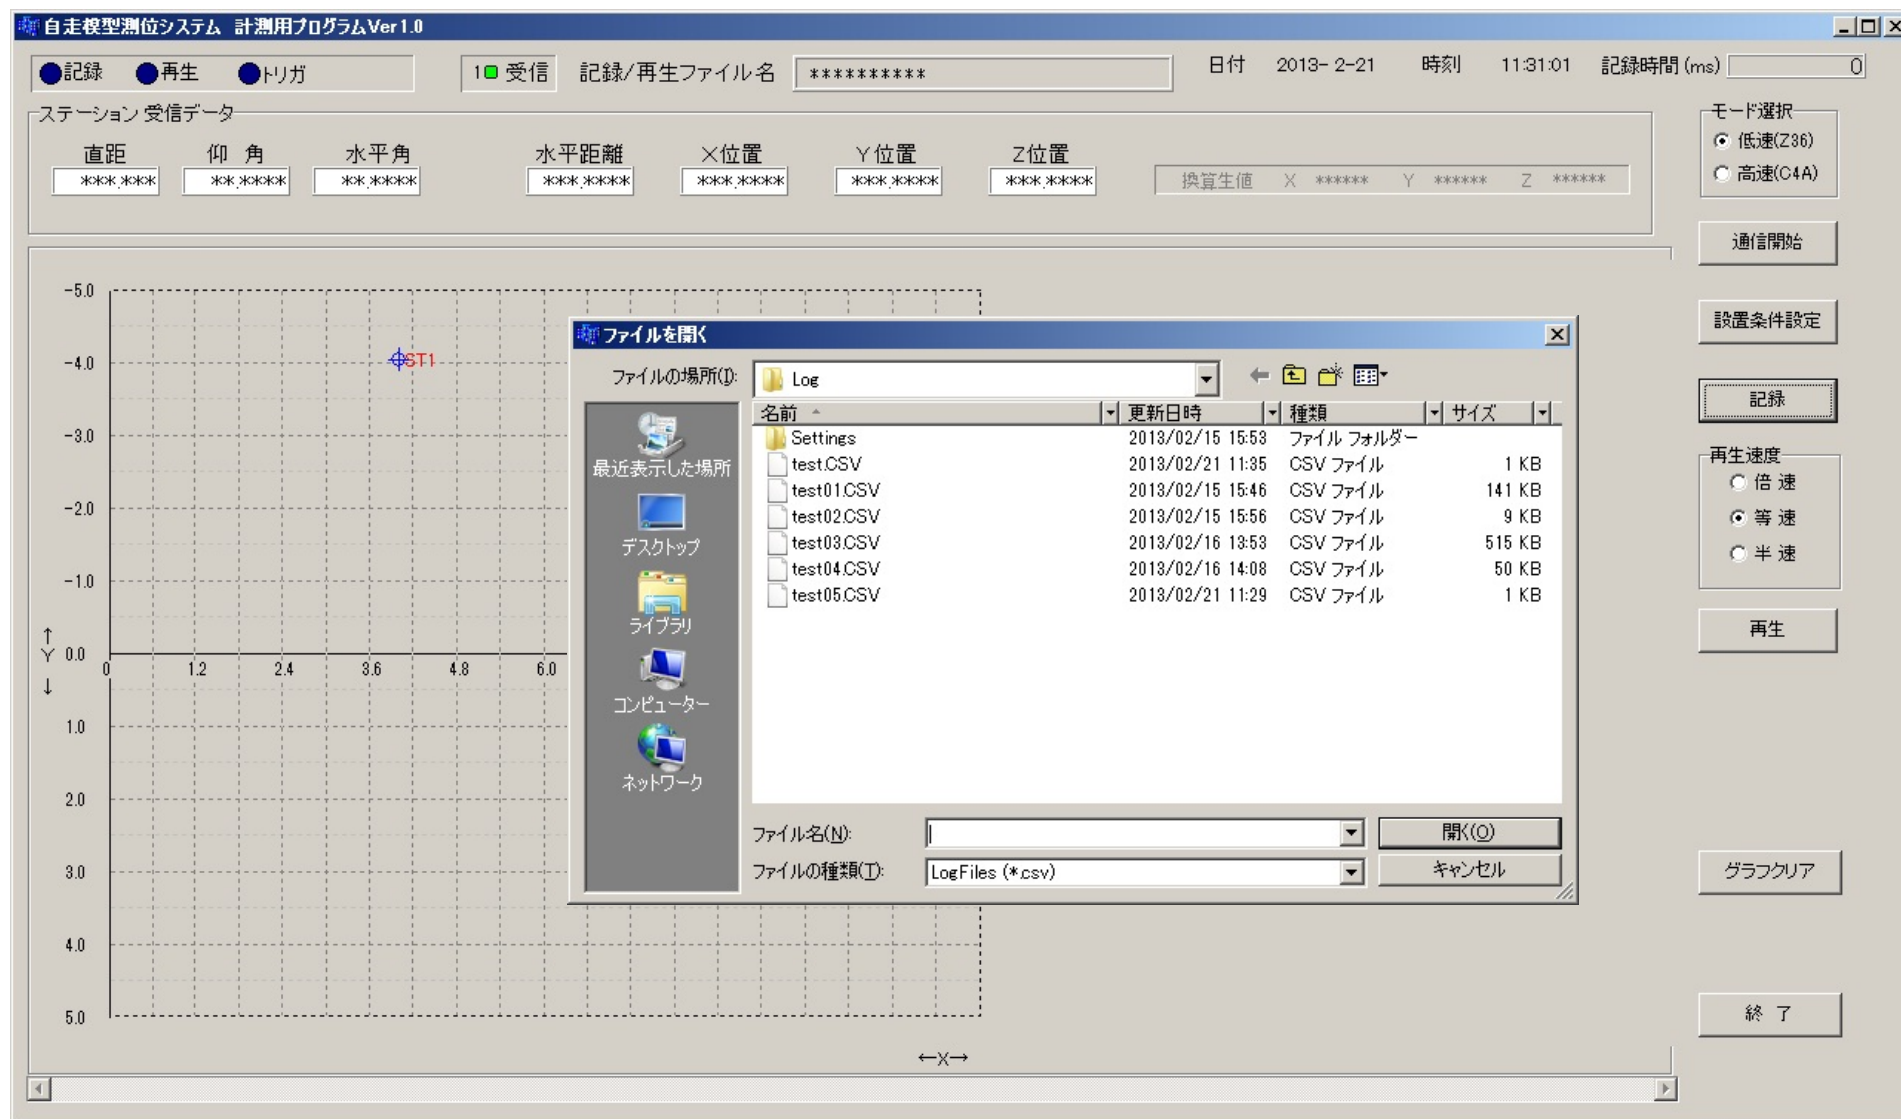

図 3.2-4 再生ファイルの設定
| ⑧ 「再生/停止」ボタン | 既に保存されたログファイルを指定し、運動航跡を GUI 上で再生する機能。ボタンを押下すると、ログファイルの指定画面(図 3.2-4)がポップアップし、ファイル指定後に再生が開始される。また、ラジオボタンの切り替え操作によって、再生速度の変更を行う。また、再度ボタンを押下すると再生を中止させることができる。